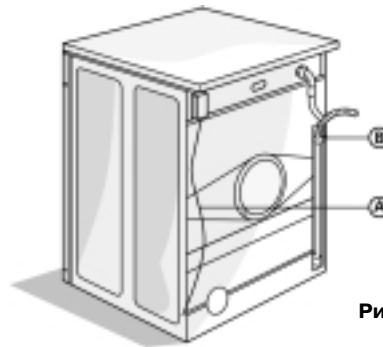

Рис. 1
НЕ потеряйте соединение сливного шланга, смотри стрелку В на Рис. 1, в противном случае создается опасность возникновения утечек (ошпаривание горячей водой).
2. Соедините сливную трубу также с сифоном или повесьте ее на край мойки или ванны за U-образное колено (Рис. 1) Маленькие раковины для мытья рук не подходят.